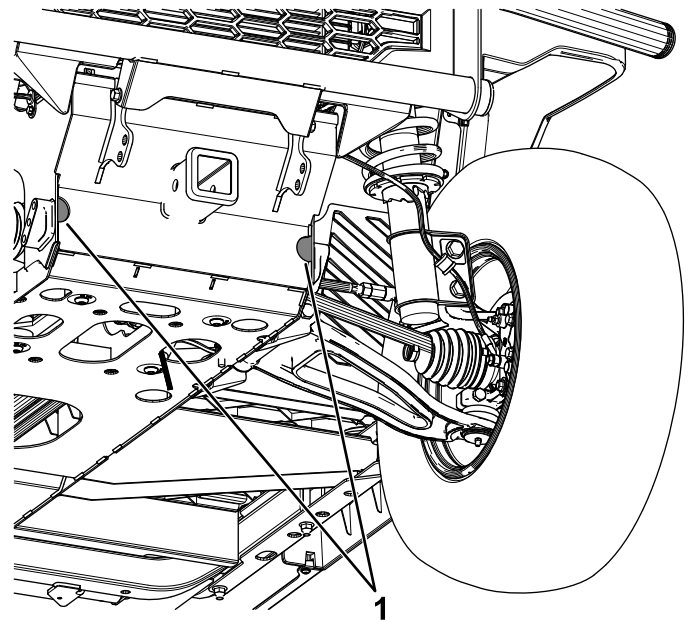
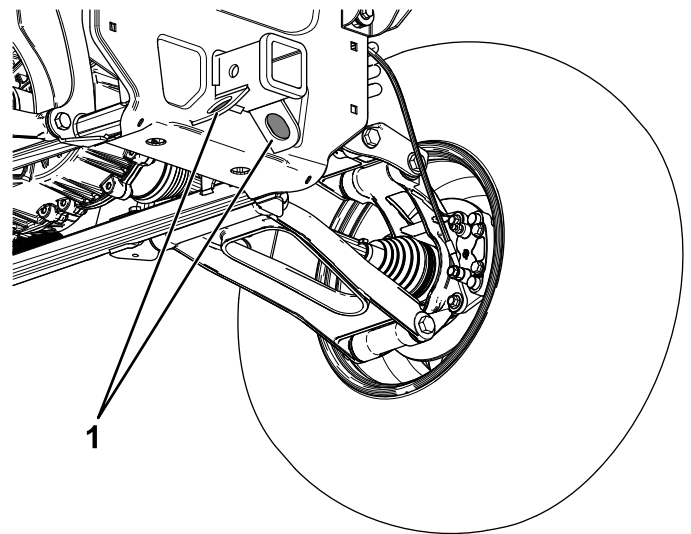

Figura 56
Figura 57
Consulte en Figura 56 y Figura 57 la ubicación de los puntos de amarre de la máquina.
1. Conecte un cable de remolque al punto de remolque, en la parte delantera del bastidor de la máquina (Figura 56).